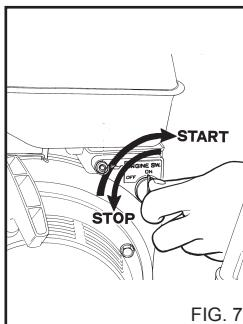

FIG. 7
3) Situar el comutador del motor en la posición ON (fig. 7).
a) Situar el comutador del motor en la posición OFF (fig. 7).